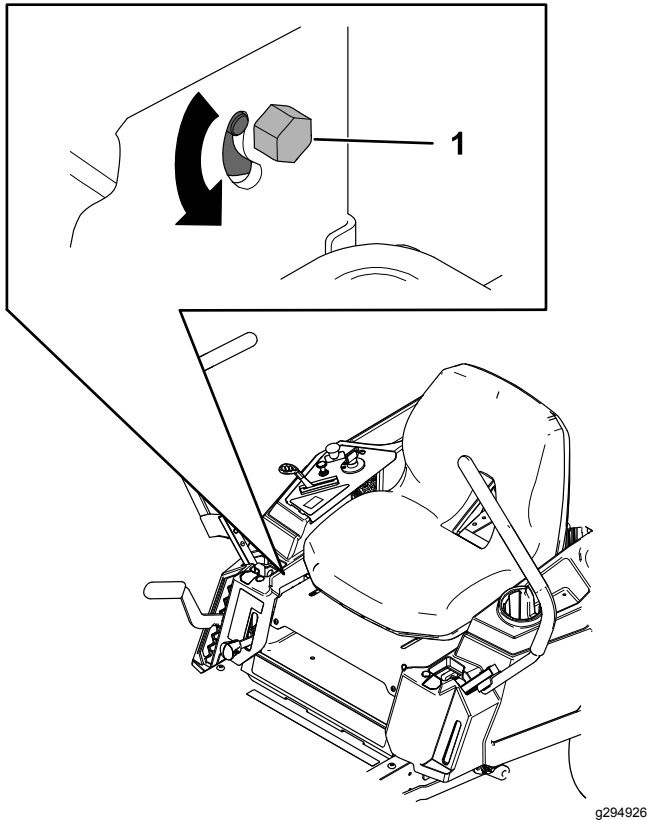

Figura 52
3. Localice el perno de ajuste de la dirección junto a la palanca de control de movimiento en el lado concreto que necesite ajuste (Figura 52).